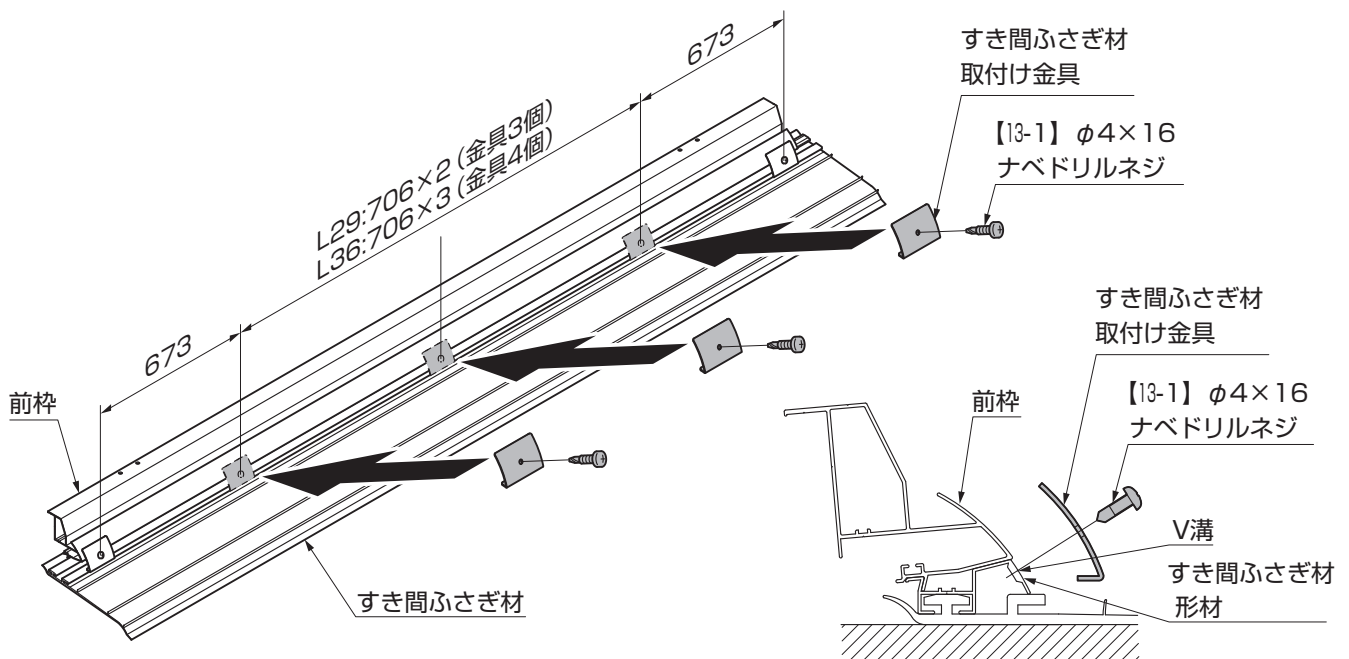

図3-5 中間部への取付け
- ②すき間ふさぎ材取付け金具をすき間ふさぎ材の中間部に、V溝に合わせて【13-1】で取付けてください。(図3-5参照)